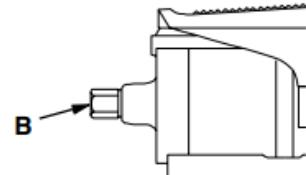

Рис. 5
1. См. Рис. 5. Подсоедините источник подачи воздуха мощностью 15 м³/ч (минимум) к поворотному разъему воздухоприемника насоса (B). Не рекомендуется использовать фитинги большего размера и веса. Для уплотнения соединения используйте высококачественный герметик для трубной резьбы.